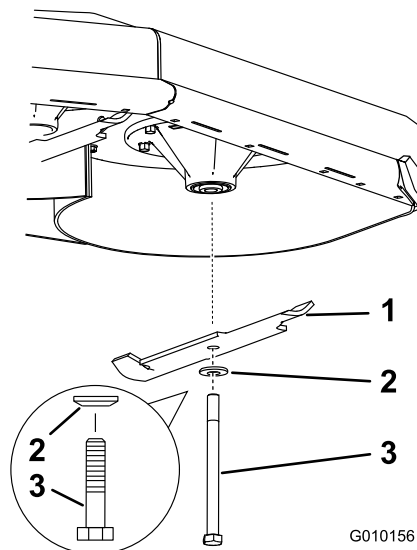

Figura 15
Importante: La vela de la cuchilla (es decir, la sección que está doblada hacia arriba) debe apuntar hacia el interior del cortacésped (Figura 15).
1. Instale las cuchillas nuevas en los ejes con las arandelas y pernos de cuchilla que se retiraron anteriormente (Figura 15).